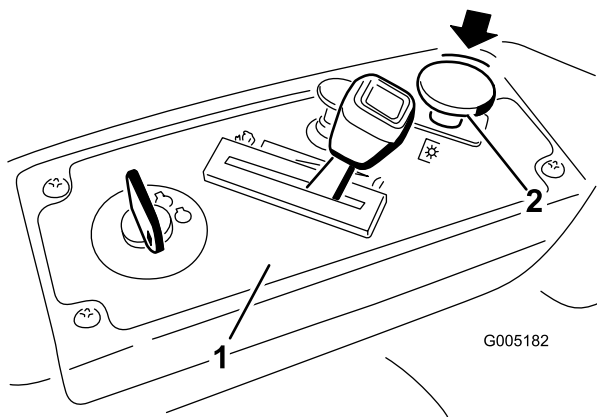

Figura 10
- Desengrane las cuchillas moviendo el mando de control de las cuchillas a Desengranado (Figura 10).
1. Desengrane las cuchillas moviendo el mando de control de las cuchillas a Desengranado (Figura 10).